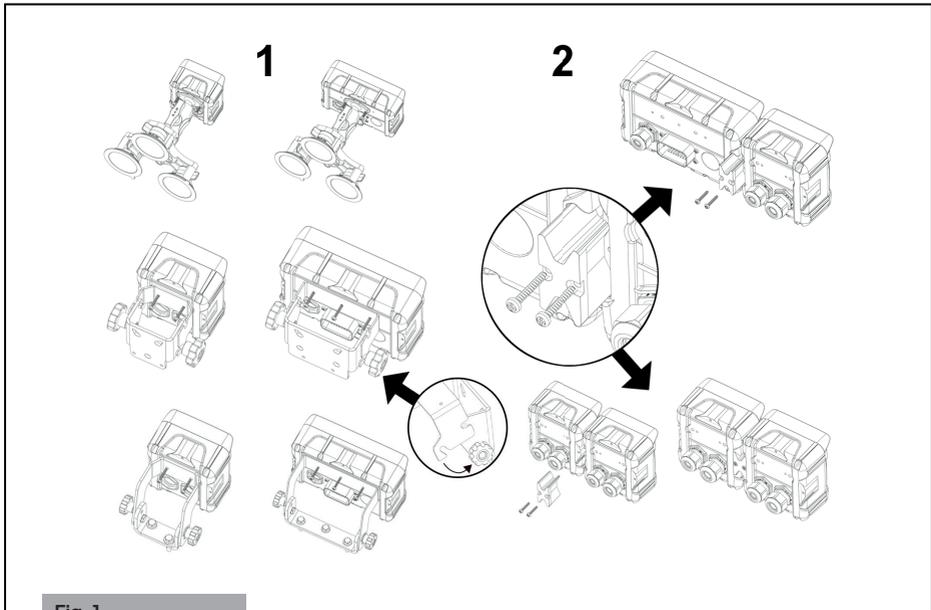

Fig. 1
Montage du boîtier de contrôle (Fig. 1)
Fixez le boîtier de commande à l'aide du support près du siège du conducteur, dans une position visible et protégée. Les commandes doivent être facilement accessibles et ne doivent pas gêner la visibilité du siège du conducteur (1, Fig. 1).
REMARQUE : Il est possible de combiner le boîtier de commande hydraulique avec les boîtiers de commande de pulvérisation. Utiliser le verrou d'accouplement pour le raccordement (2, Fig. 1).
Raccordement du boîtier électrique optionnel (Fig. 1)
1. Fixez le boîtier optionnel à l'assemblage principal et serrez les vis (2, Fig. 1) ;